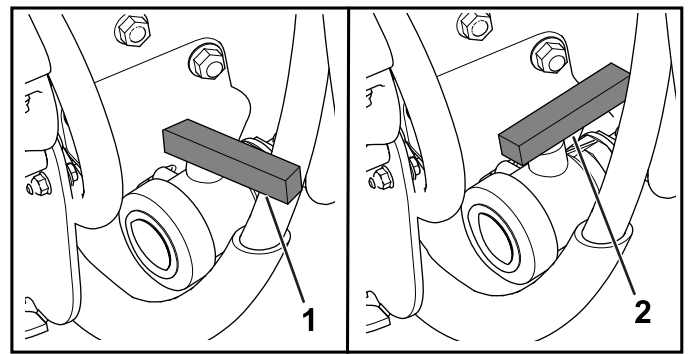

Figure 93
3. Ouvrez le robinet pour vidanger tout le produit inutilisé qui reste dans la cuve (Figure 93).